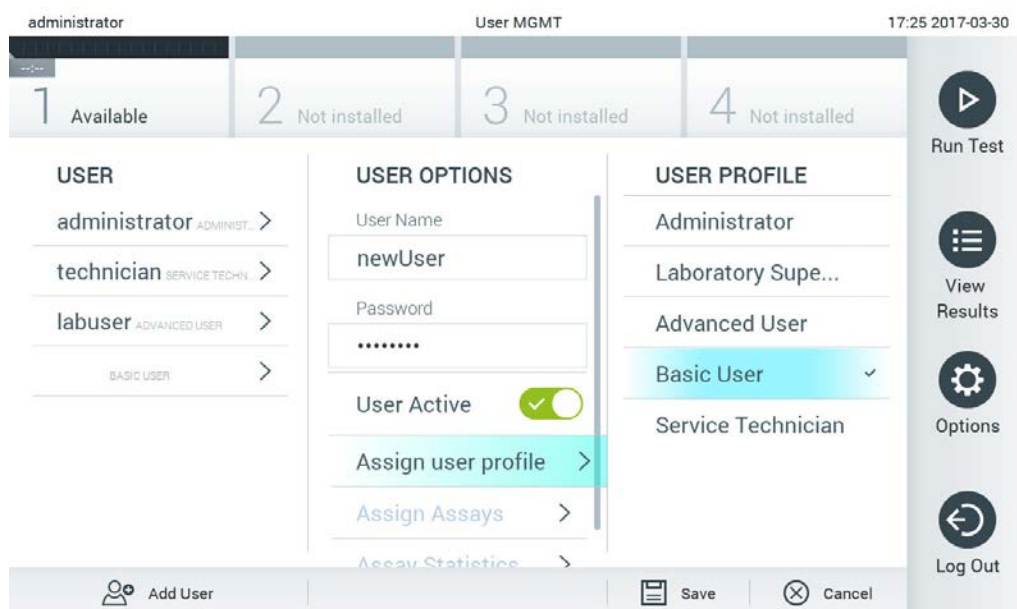

Figura 58. Assegnazione di un profilo utente a un nuovo utente.
4. Premere Assign User Profile (Assegna profilo utente) e assegnare il profilo utente appropriato (dall'elenco a destra dell'area dei contenuti) al nuovo utente (Figura 58).